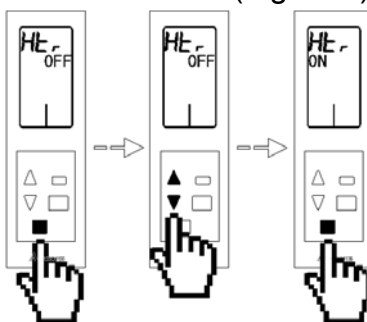

Fig. 113
- **Etapa de calor radiante HE_r :** Este parámetro permite habilitar, **ON**, o deshabilitar, **OFF**, el Calor por elemento radiante r de la zona. Para su configuración, realice una pulsación sobre el botón de confirmación , el valor del menú se pondrá a parpadear, esto indica que estamos dentro del menú. Utilice las flechas   para seleccionar la opción deseada y pulse el botón de confirmación . Si desea salir del menú pulse el botón salir  para volver al menú anterior. (Fig. 113)